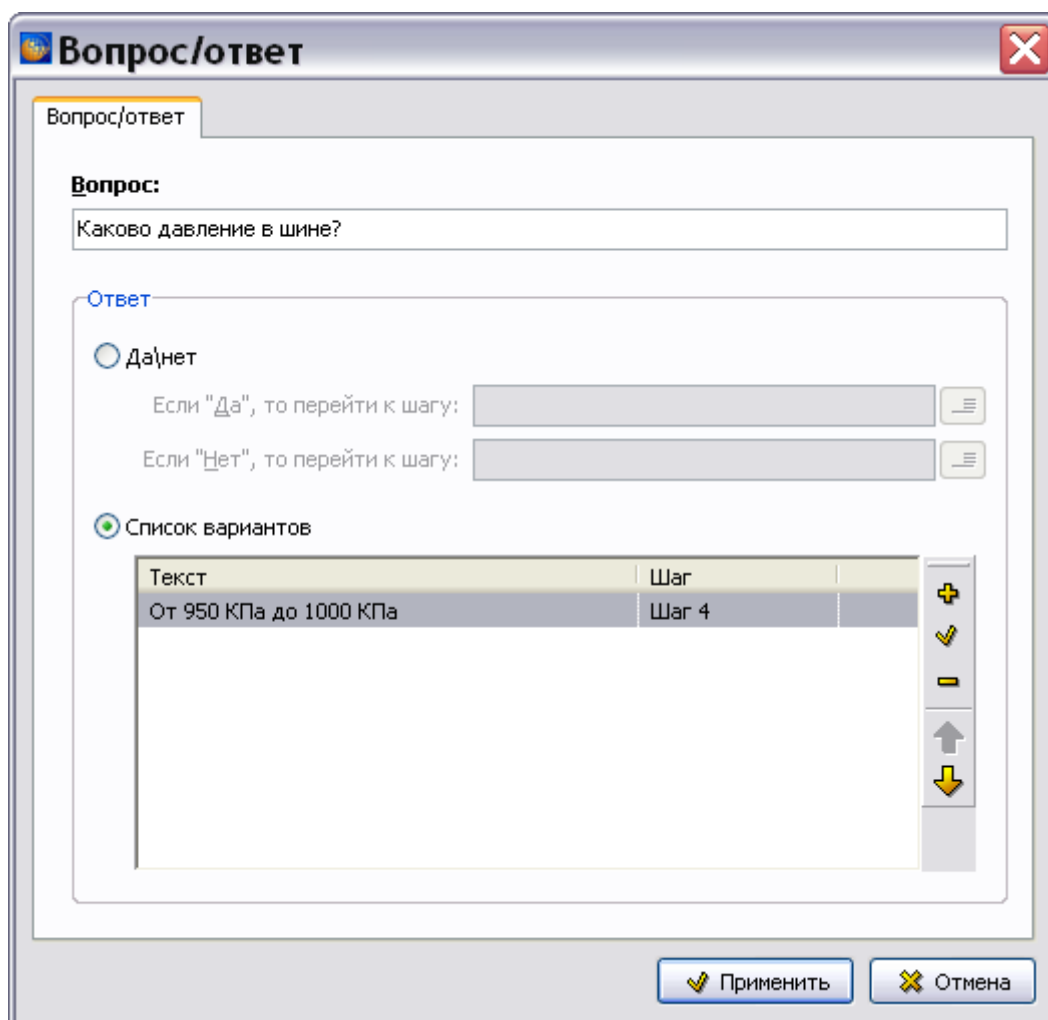

Рис. 8.29
12. Нажмите на кнопку . Соответствующая запись появится в диалоговом окне **Вопрос/ответ** (Рис. 8.29).